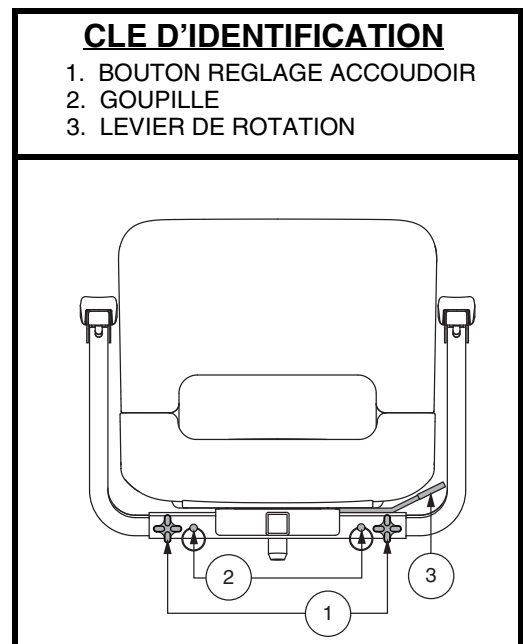

Figure 14. Réglage du siège - Style A
1. Desserrez les boutons de réglage. Voir la figure 14.
1. En fonction de votre type de siège, soit tirer vers le haut ou pousser vers l'avant le levier de rotation du siège afin de dégager le siège. Voir la figure 14 ou 15.